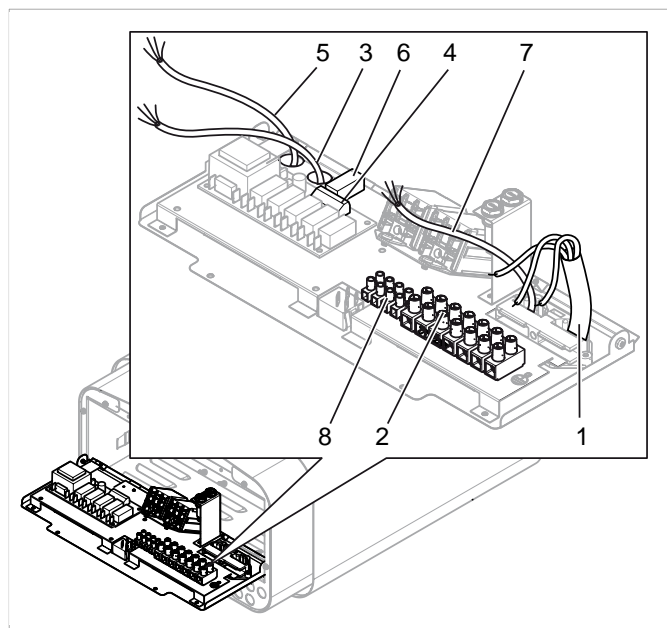
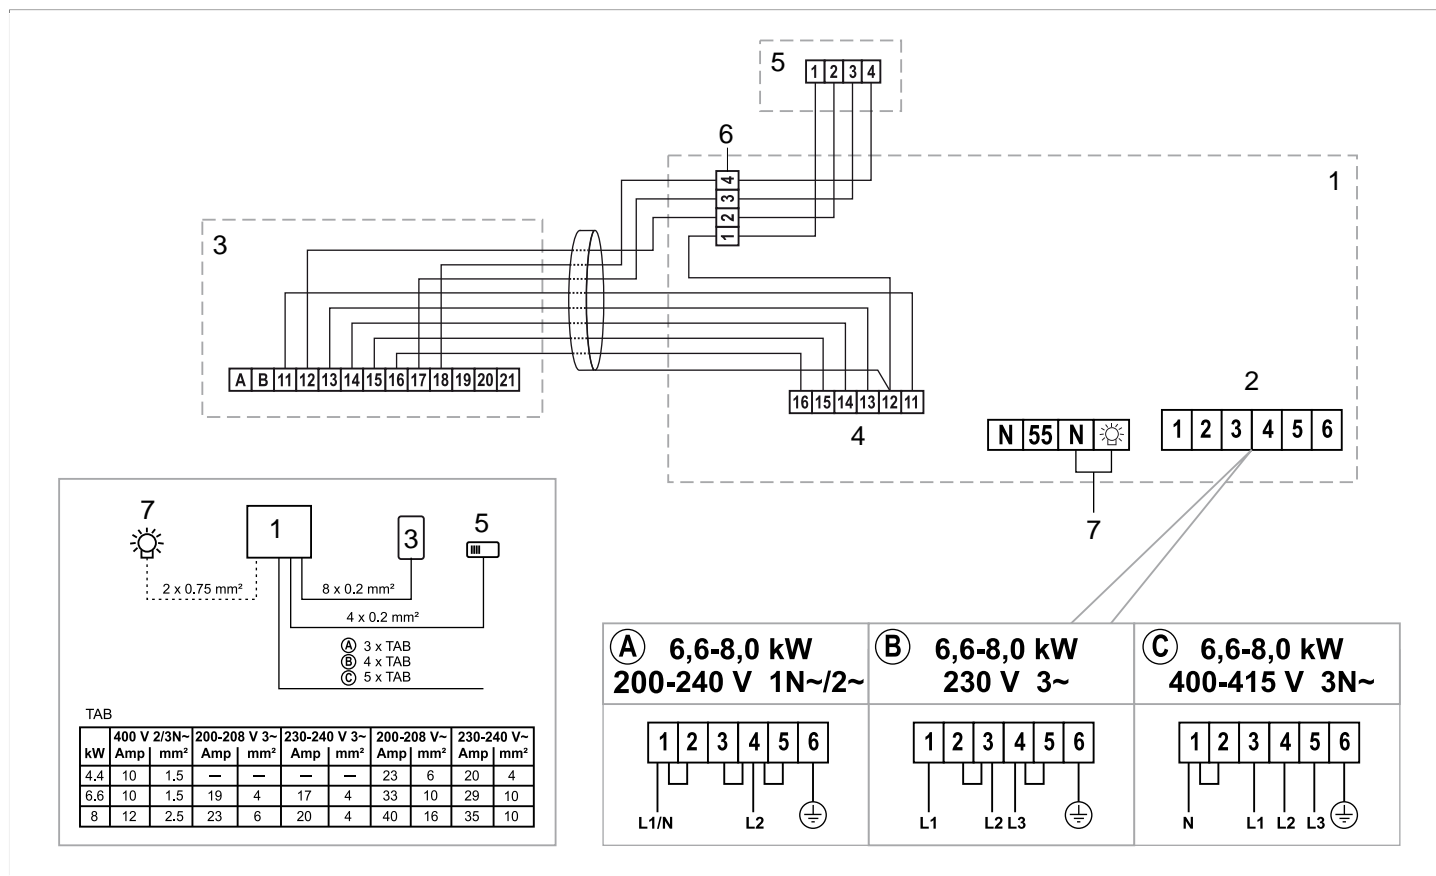

Рисунок 8: Монтажная плата
Рисунок 15: Схема соединений
Подключите провод (1) к соединению (2) (см. **Рисунок 8**, страница 5) согласно схеме соединений (см. Раздел **Подключение/Схема соединений**, страница 7).
4. Подключите провод (3) к клеммному соединению (4 и 6) (см. **Рисунок 8**, страница 5) согласно схеме соединений (см. Раздел **Подключение/Схема соединений**, страница 7).
5. Подключите провод (5) к клеммному соединению (6) (см. Раздел **Подключение/Схема соединений**, страница 7) согласно схеме соединений (см. Раздел **Подключение/Схема соединений**, страница 7).
6. Подключите провод к соединению (7) см. **Рисунок 8**, страница 5 к клеммнику (8) согласно схеме соединений **Рисунок 15**, страница 7.
При подключении к напряжению или числу фаз, которое не указано в **Рисунок 15**, страница 7, свяжитесь с технической службой Tylo.